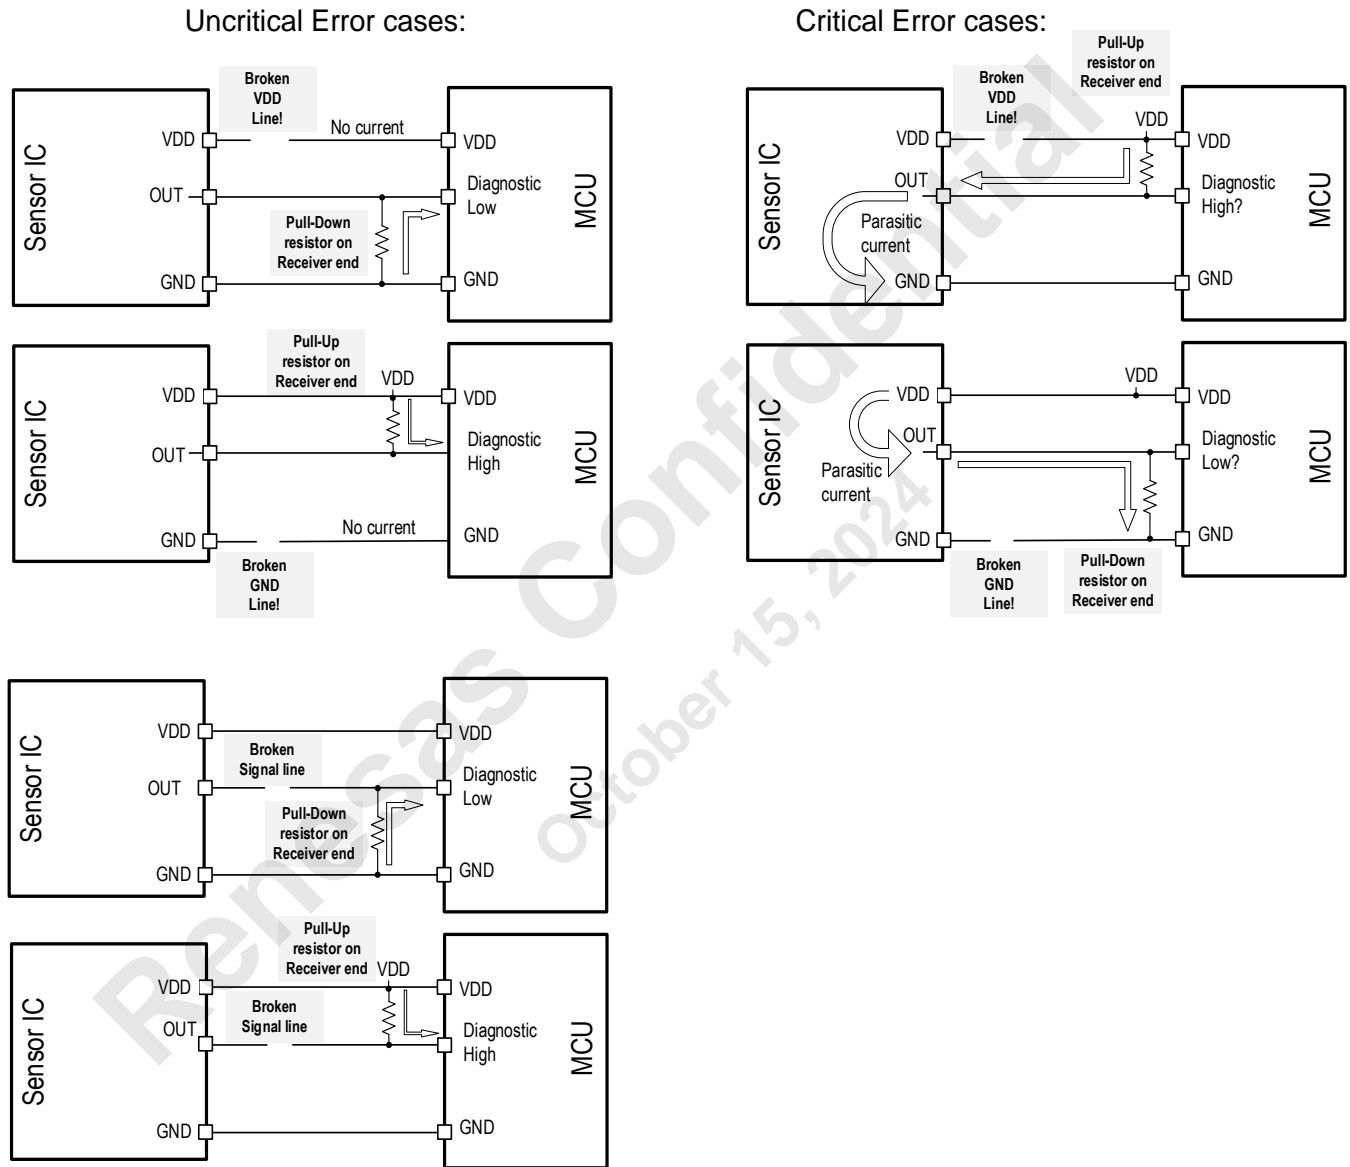
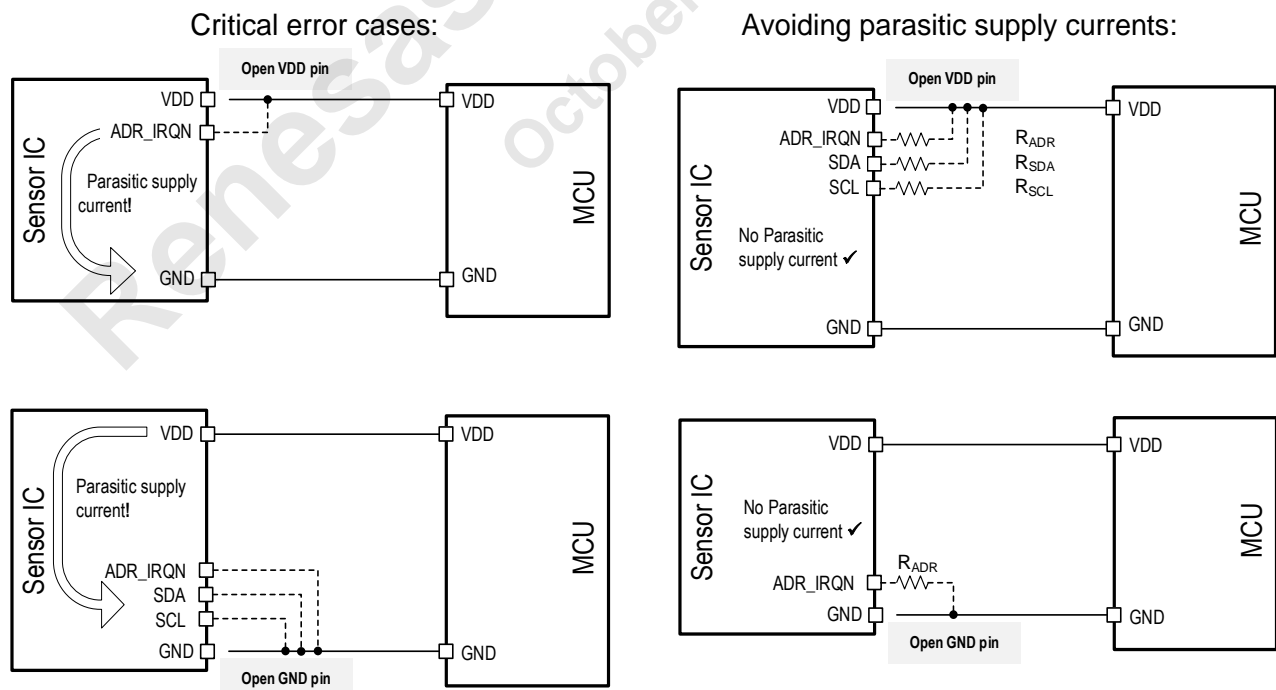

図 25 VDD または GND ラインの断線によるアナログ出力の寄生電流
図 26 ADR\_IRQN 端子、SDA 端子、SCL 端子の寄生電流
電源、グランド、またはアナログ出力の断線のほとんどはアナログ出力端子の DC 電圧をモニターすることにより容易に検出可能です。図 25 左列の図を参照してください (OUT は SIN\_SCL、SINN、COS\_SDA または COSN です)。診断エラーまたは信号線断線の場合、影響を受けた端子の DC 電圧は外付けのプルアップ抵抗またはプルダウン抵抗により診断範囲 (diagnostic high または diagnostic low) へ引き込まれます。
- 受信側に外付けプルアップ抵抗が有る場合の VDD の断線 (図 25 右上の図参照):
- 受信側に外付けプルダウン抵抗が有る場合のグランド配線の断線 (図 25 右下の図参照):
VDD または GND 端子がオープンの場合、ADR\_IRQN または SDA、SCL が VDD または GND に直接接続されている場合に寄生電源電流が流れる可能性があります (図 26 の Critical error cases 参照)。このような寄生電源電流を避けるには、図 26 の Avoiding parasitic supply currents に示すように、これらの端子を VDD または GND に抵抗を介して接続します。RADR、RSDA、RSCL の値は表 14 を参照してください。
<p>p.31 図 15,図 14: SCL の接続変更</p> <p>p.32 セクション 15.2: 電源電圧の表記を <math>3.3V \pm 10\%</math> または <math>5.0V \pm 10\%</math> から、<math>3.3V \pm 0.3V</math> または <math>5.0V \pm 0.5V</math> に変更</p> <p>p.32 セクション 15.3.1: 説明と表の追加</p> <p>p.32 図 17: 抵抗と抵抗値の表記変更</p> <p>p.33 セクション 15.3.2: 参照する図の変更と表の追加</p> <p>p.17 図 18: 抵抗値の表記変更</p> <p>p.34 図 19: 抵抗値の表記変更</p> <p>p.34 図 20: 抵抗値の表記変更</p> <p>p.36 図 22: 抵抗値の表記変更</p> <p>p.36 セクション 17: 図 22 の下の注記の修正</p> <p>p.37 セクション 17.1: 動作電源電圧の記載を <math>3.3V \pm 10\%</math> または <math>5.0V \pm 10\%</math> から、<math>3.3V \pm 0.3V</math> または <math>5.0V \pm 0.5V</math> に変更</p> <p>p.37 表 22: Supply voltage range のプログラムオプションの記載を <math>3.3V \pm 10\%</math> または <math>5.0V \pm 10\%</math> から、<math>3.3V \pm 0.3V</math> または <math>5.0V \pm 0.5V</math> に変更</p> <p>p.40 セクション 18.2.1.2: 説明文の修正、追加</p> <p>p.41 図 25: タイトル修正</p> <p>p.42 表 24: 参照する図の明記</p> <p>p.42 表 25: 参照する図の明記</p> <p>p.42 セクション 18.2.1.2: 説明文修正</p> <p>p.42 図 26: 対象端子の追加、抵抗値の表記変更</p> <p>p.44 表 26: Output buffer failure の Temporary タイプの説明修正、Static タイプの追加</p> <p>p.45 セクション 18.5: <math>C_T</math> の参照先追加</p> <p>p.48 セクション 24: 章名、表内の「注文」を「発注」に変更</p>